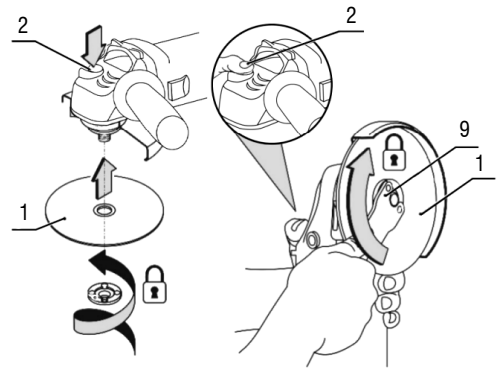

Fig. 8 – Trocando o disco
6. Coloque a porca no eixo e aperte-a com a chave (9), conforme a fig. 8.